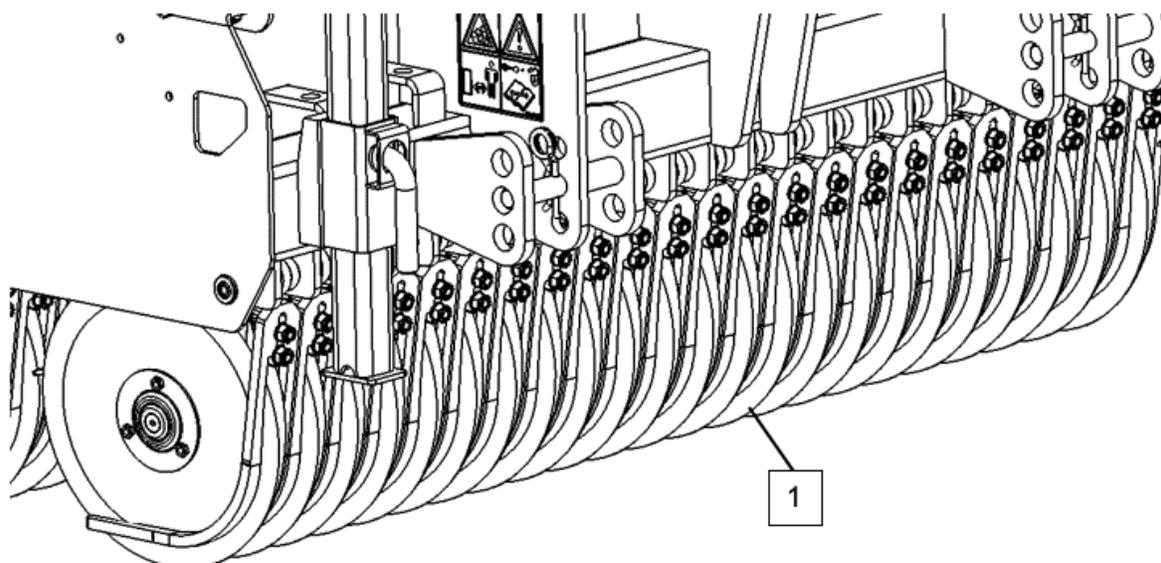

Fig.7-2
- Vérifiez l'état des éléments semeurs (1) et réparez-les si nécessaire. (Fig.7-2)